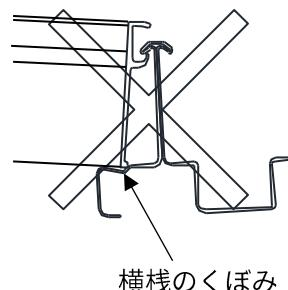

図 3-11. 誤った例
④モジュールに横桟を押しつけながら、仮固定していたボルト M8×20 を固定してください。図 3-11 に示すように、モジュールが横桟のくぼみに引っ掛かっている状態でボルトを固定しないようにしてください。